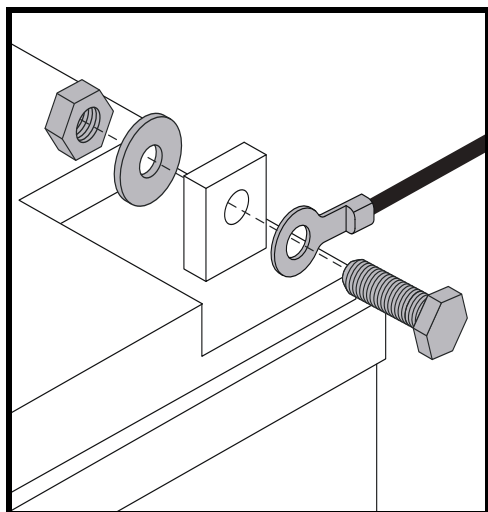

Figure 12. Batterie Borne Matériel
4. Débranchez les câbles des bornes des batteries en soulevant la housse des bornes et en desserrant le boulon et l'écrou sur chaque borne. Voir la figure 12.